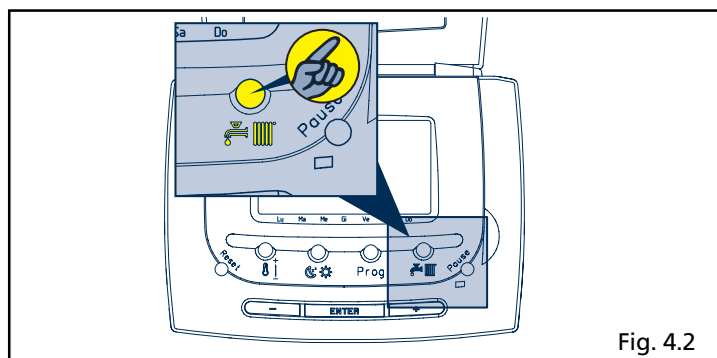
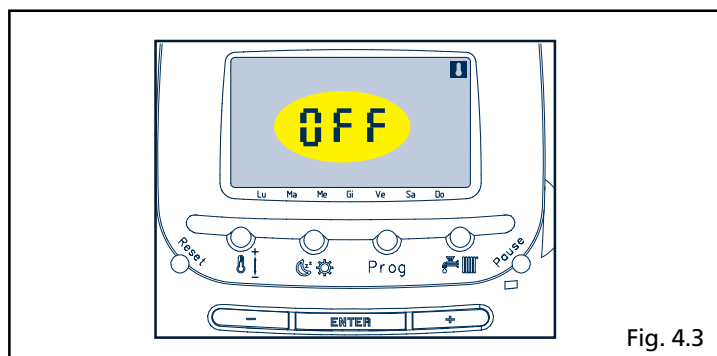

Fig. 4.2
Fig. 4.3
- premere il tasto estate inverno (🌞/🌙) sul pannello comandi a distanza (fig. 4.2). Premendo una volta il tasto (🌞/🌙) si passa dalla funzione **OFF** (fig. 4.3) alla
Premendo una seconda volta il tasto  si passa alla funzione inverno (fig. 4.2)